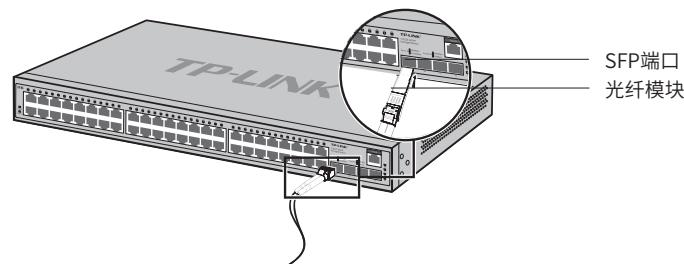

图3-2 SFP端口连接示意图
- 从侧面抓住光纤模块，将其沿交换机SFP端口插槽平滑插入，直至光纤模块与交换机紧密接触为止，如图3-2所示；